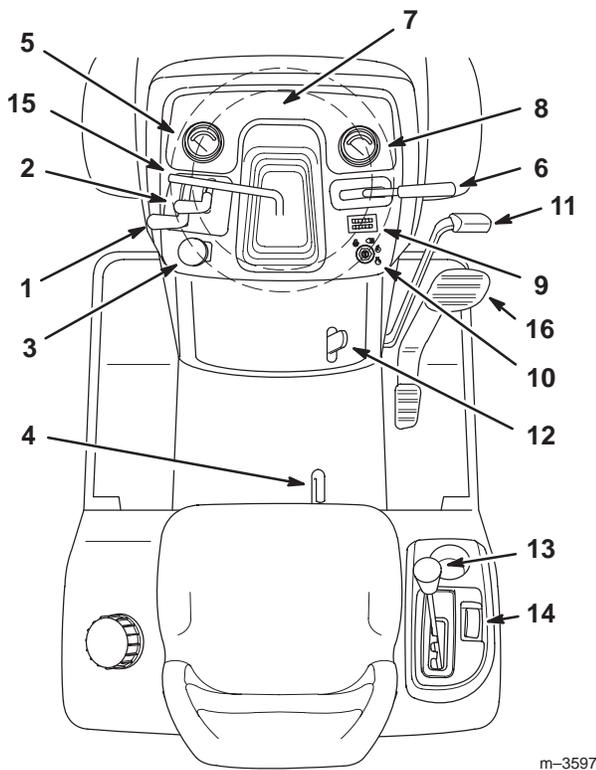

Bild 11
Machen Sie sich mit den Bedienungselementen (Bild 11) vertraut, bevor Sie den Motor anlassen oder die Maschine bedienen.
1. Drücken Sie das Bremspedal (Bild 11) durch und halten es in der gedrückten Position.
2. Ziehen Sie den Feststellbremshebel (Bild 11) hoch und nehmen den Fuß nach und nach vom Bremspedal. Das Bremspedal muss in der durchgedrückten Stellung bleiben.
1. Drücken Sie das Bremspedal (Bild 11) herunter.
Eine rote Lampe auf der vorderen Konsole (Bild 11) leuchtet als Erinnerung dafür auf, dass die Rückwärtsfahrtsperrevorrichtung deaktiviert wurde.